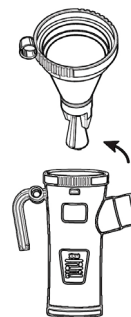

Рисунок 4.
- Поверните против часовой стрелки дефлектор и извлеките его из чашки ингалятора (Рисунок 4).